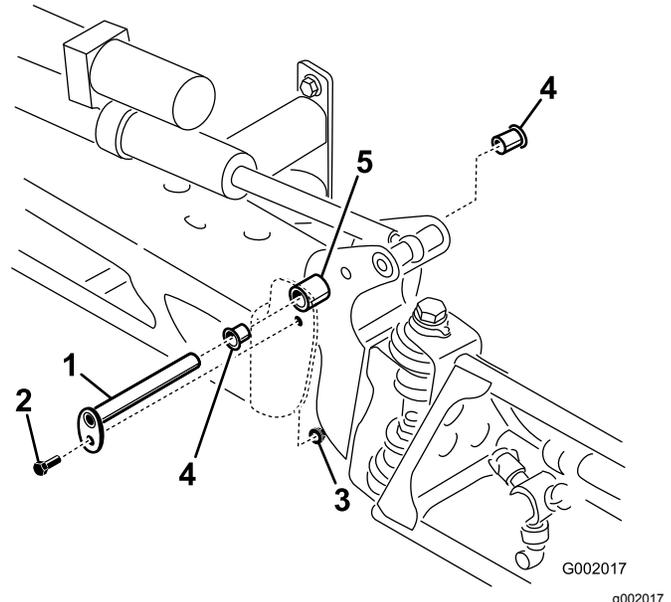

Figura 101
3. Con el peso del brazo apoyado, retire el perno y la tuerca que fijan el pasador de giro al conjunto del brazo (Figura 101).
4. Retire el perno y la tuerca que sujetan el pasador de giro y retire el pasador (Figura 101).
6. Retire los casquillos de nailon desde delante y desde detrás del soporte de giro e inspecciónelos (Figura 101).
7. Aplique una pequeña cantidad de aceite en los casquillos de nylon e instálelos en el soporte del pivote (Figura 101).
8. Instale el conjunto de brazo y soporte del pivote en el bastidor central, alineando los orificios (Figura 101).